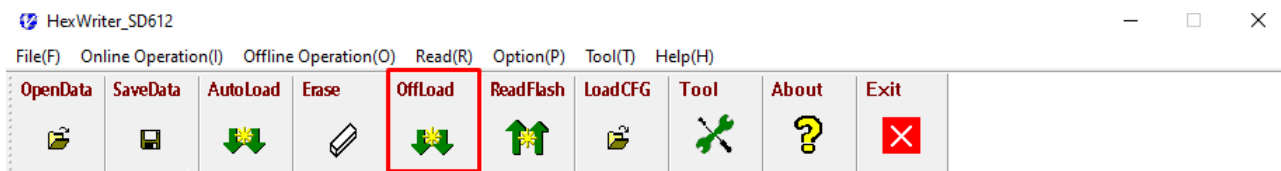

Рис. 12 – Кнопка загрузки файла прошивки в программатор
1.2.5.8 Для загрузки прошивки в программатор нажмите «OffLoad» (две стрелки, направленные вниз, рис. 12).